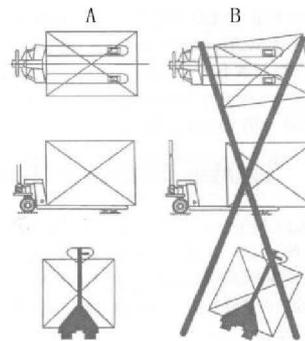

Bild 6
- 6.10 Laden Sie keine Lasten wie in Bild 6 B aufgezeichnet.